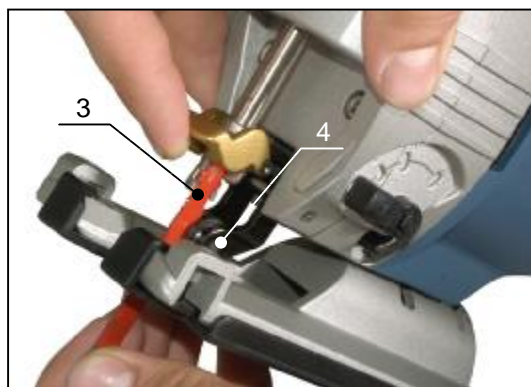

Рис.3
4. Вставьте пилку (поз.3, рис.3) в держатель таким образом, чтобы задняя сторона пилки точно попала в желоб направляющего ролика (поз.4, рис.3).